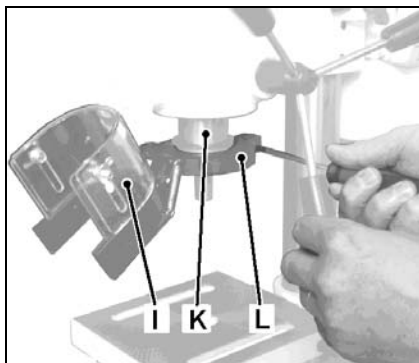

Рис.2
Установите защиту патрона (I, Рис. 2) на сверлильную пиноль (K), прежде чем монтировать патрон.